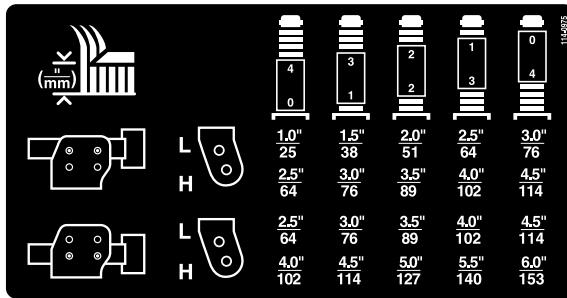

Bild 28
- Stecken Sie die Laufradachsen in allen Gabeln in die gleichen Löcher. Die richtigen Löcher für die Schnitthöhe finden Sie in der Tabelle (Bild 28).